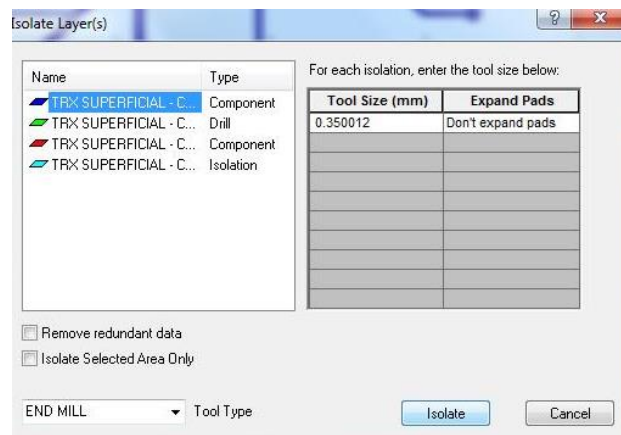

Figura 73. Aislamiento de capa Bottom Copper.
12. Seleccione la capa **Bottom Copper**, así como se muestra en la figura 73.